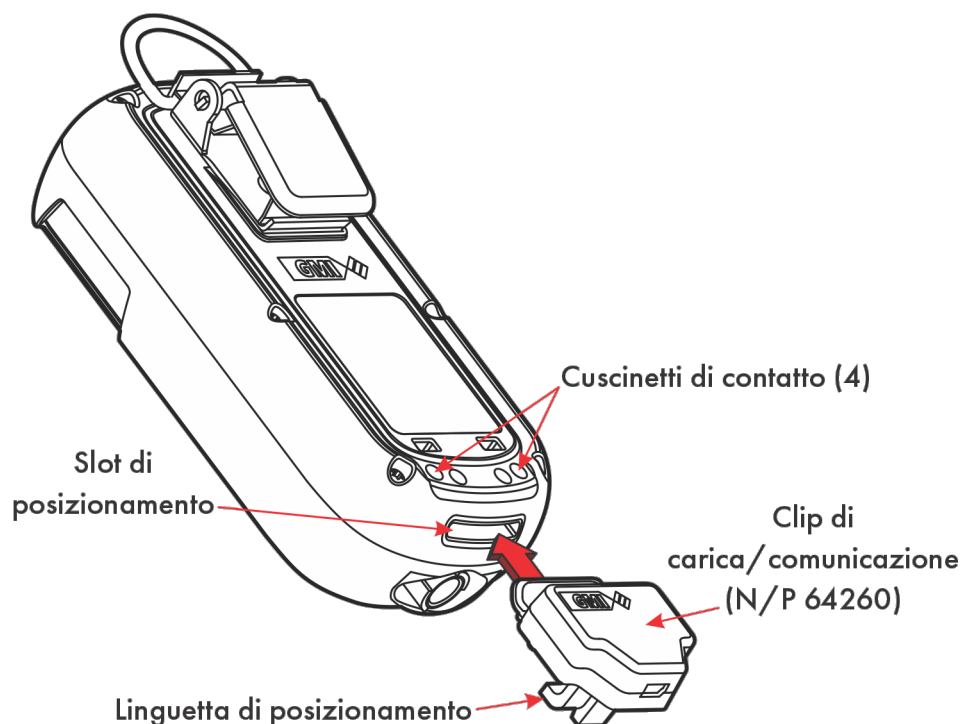

Figure 49: Collegamento della clip di carica/comunicazione
1. Collegare la clip di carica/comunicazione al rilevatore. Assicurarsi che la linguetta di posizionamento sulla clip si agganci allo slot di posizionamento del rilevatore e sia saldamente inserita (fare riferimento alla Figure 49: Collegamento della clip di carica/comunicazione).